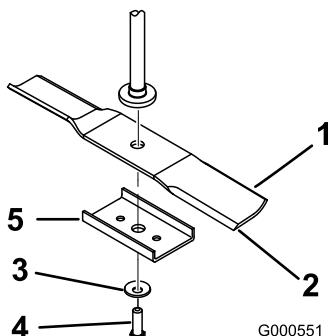

Figura 35
Sujete el extremo de la cuchilla usando un trapo o un guante grueso. Retire del eje el perno de la cuchilla, la arandela curva, el refuerzo de la cuchilla y la cuchilla (Figura 35).
1. Instale la cuchilla en el eje (Figura 35).
2. Instale el refuerzo de la cuchilla, la arandela curva (con la copa hacia la cuchilla) y el perno de la cuchilla (Figura 35).